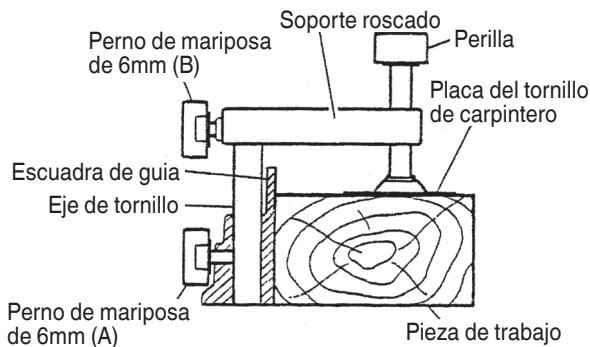

Fig. 15
- El módulo de prensa de tornillo puede ser montado en el lado izquierdo o derecho del tope aflojando el perno de palomilla de 6 mm (A).
- El portatornillo puede elevarse o bajarse de acuerdo con la altura de la pieza de trabajo aflojando el perno de orejas de 6mm (B). Después del ajuste, apriete firmemente el perno de orejas de 6 mm (B) y fije el portatornillo.
- Gire la perilla superior y fije firmemente la pieza de trabajo en su lugar (Fig. 15).